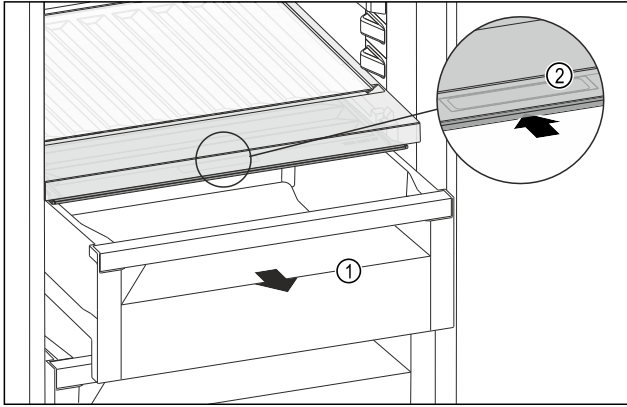

Fig. 108
- ▶ Trekk ut skuffen Fig. 108 (1).
- ▶ Ta tak i det innfelte grepet Fig. 108 (2) på lokket, og skyv lokket samtidig bakover.